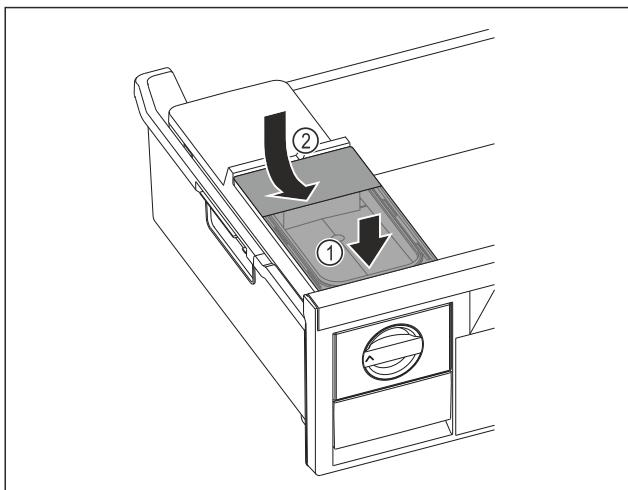

Fig. 68
- Nádržku na vodu nasad'te vpred. Fig. 68 (1)
- Nádržku na vodu spusťte vzadu. Fig. 68 (2)